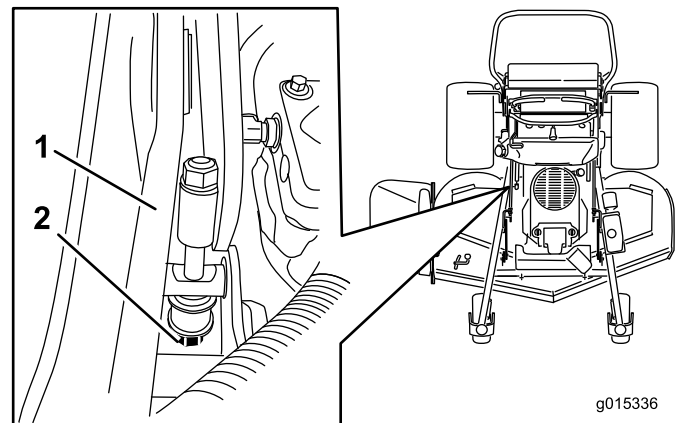

Figure 93
5. Si ce n'est pas le cas, localisez la tige de réglage de hauteur de coupe sur le côté droit de la machine (Figure 93).
6. Ajustez le boulon de réglage jusqu'à obtenir 7,6 cm (3") à la pointe des lames (Figure 93).